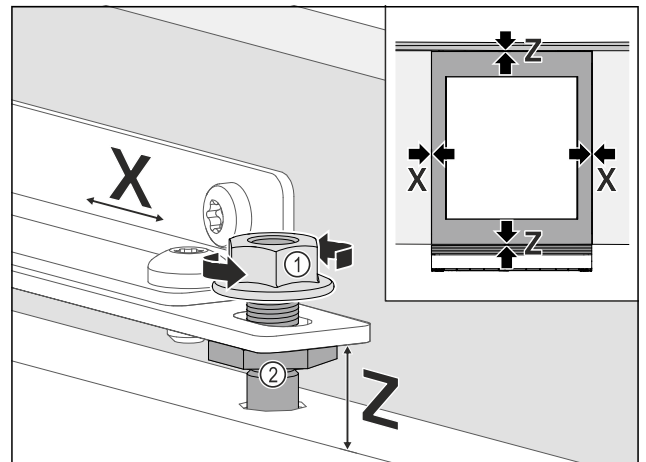

Fig. 104
- ▶ Выравнивание бокового положения мебельной двери: отпустите контргайку Fig. 104 (1), сдвиньте мебельную дверь в направлении X.
- ▶ Затяните контргайки Fig. 104 (1).
- ▶ Выровняйте мебельную дверь по высоте Z и боковому наклону: Отрегулируйте регулировочные болты Fig. 104 (2).